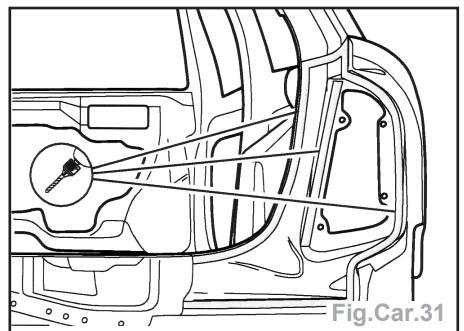

Fig.Car.31
- Dégraffer la soudure d'origine au niveau des supports des feux AR (Fig.Car.31).